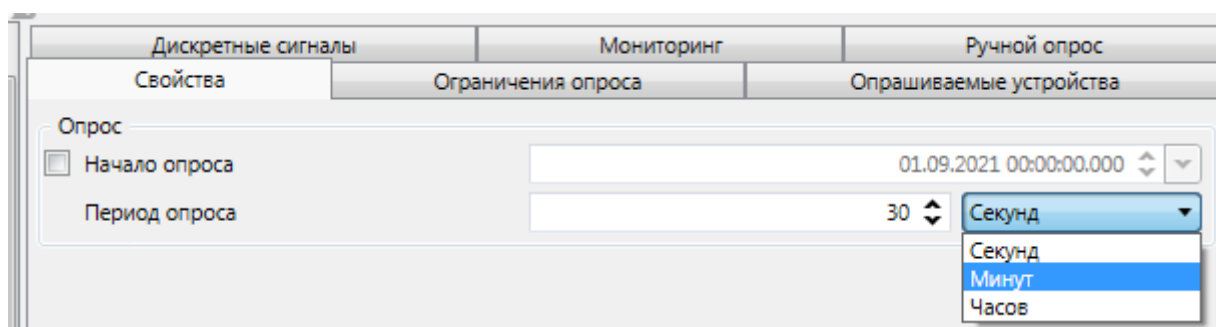

Рисунок 39 – Свойства сценария опроса
– данный узел обеспечивает возможность настройки сценариев опроса устройств подсистемы сбора данных по расписанию, выполняемых параллельно общему опросу (рисунок 39);